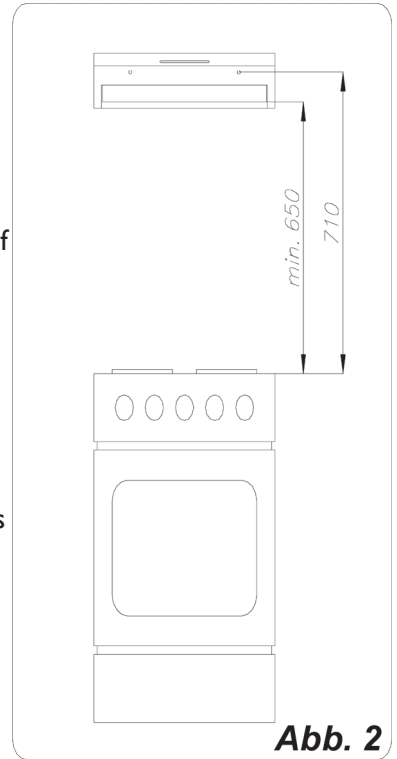

Abb. 2
- a) auf der Wand eine senkrechte Linie für die Mitte des Kochfeldes markieren, den Fettfilter entfernen. Das Gehäuse der Abzugshaube „A“ an die Wand bringen, so dass die Markierung auf dem Gehäuse mit der Linie auf der Wand übereinstimmt. Der Abstand zwischen den Bohrungen und dem Kochfeld soll mindestens 710 mm betragen (Abb. 2). Achten Sie auf die waagerechte Positionierung des Gehäuses „A“.